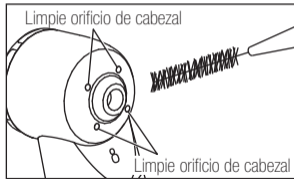

Fig. 5
- 1) Limpie la suciedad y los desechos de la pieza de mano con un paño de algodón impregnado en alcohol. (Fig. 5) No utilice un cepillo de alambre.